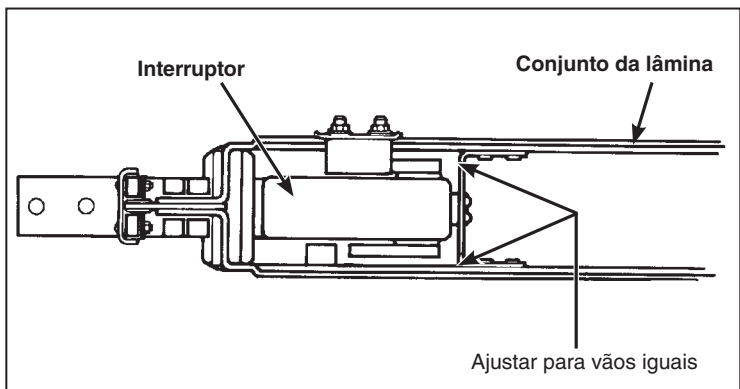

Figura 44. Conjunto da lâmina na posição totalmente Fechada.
- (d) O interruptor deve ficar em um plano paralelo à varredura das lâminas, e o movimento das lâminas deve ter vãos aproximadamente iguais em ambos os lados. Ver Figura 44.